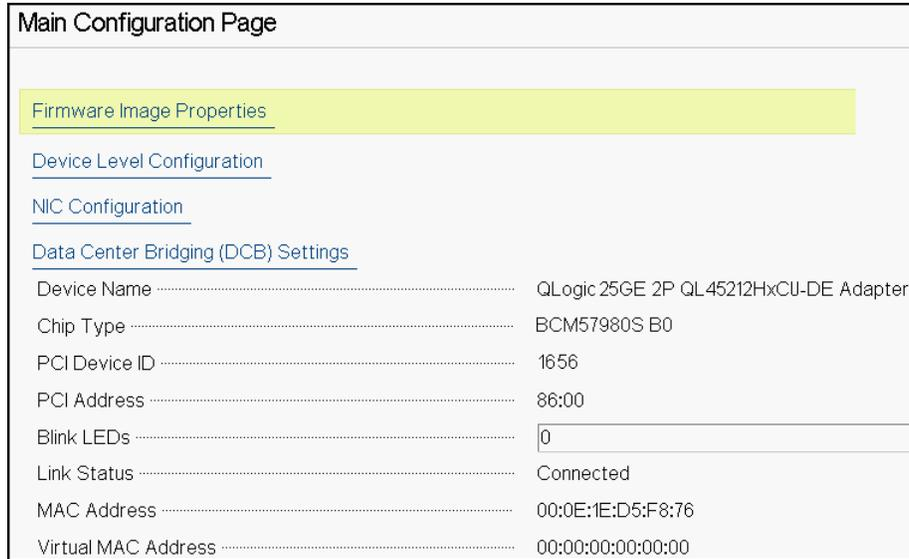
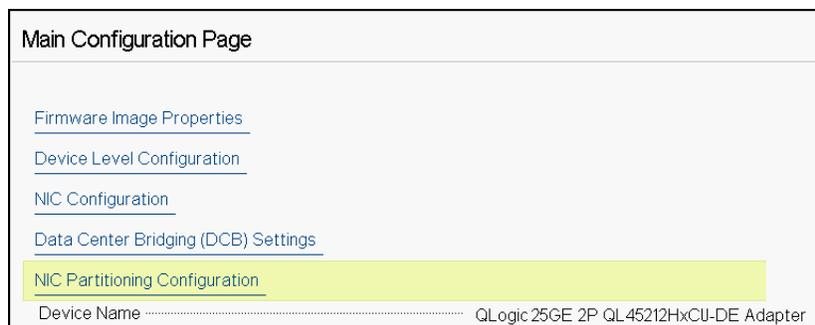

Abbildung 5-3. Hauptkonfigurationsseite
Abbildung 5-4. Hauptkonfigurationsseite, Partitionierungsmodus auf NPAR einstellen
Auf der Seite „Main Configuration“ (Hauptkonfiguration) (Abbildung 5-3) werden die Adapterverwaltungsoptionen dargestellt, mit denen Sie den Partitionierungsmodus festlegen können.
4. Durch das Festlegen des **Partitioning Mode** (Partitionierungsmodus) unter **Device Level Configuration** (Konfiguration auf Geräteebene) auf **NPAR** wird die Option **NIC Partitioning Configuration** (Partitionierungskonfiguration) zur Seite „Main Configuration“ (Hauptkonfiguration) hinzugefügt. Siehe Abbildung 5-4.
In Abbildung 5-3 und Abbildung 5-4 ist auf der Hauptkonfigurationsseite Folgendes zu sehen:
1. Wählen Sie auf der Seite „Main Configuration“ (Abbildung 5-3 auf Seite 44) (Hauptkonfiguration) die Option **Device Level Configuration** (Konfiguration auf Geräteebene) aus und klicken Sie dann auf **Finish** (Fertigstellen).
1. Wählen Sie auf der Seite „Main Configuration“ (Hauptkonfiguration) die Option **NIC Configuration** (NIC-Konfiguration) (Abbildung 5-3 auf Seite 44) aus und klicken Sie dann auf **Finish** (Fertigstellen).